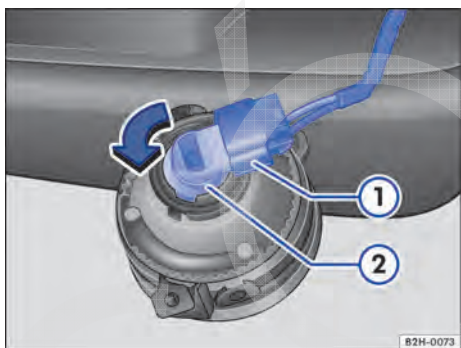

Fig. 171 Substituir a lâmpada incandescente do farol.
5. Destruvar e retirar o conector ⇒ Fig. 171 ①.
6. Girar o suporte da lâmpada ② no sentido da seta para a esquerda até o batente e puxar para fora com a lâmpada incandescente.
9. Encaixar o conector ① no suporte da lâmpada ②. O conector deve encaixar audivelmente. ▶